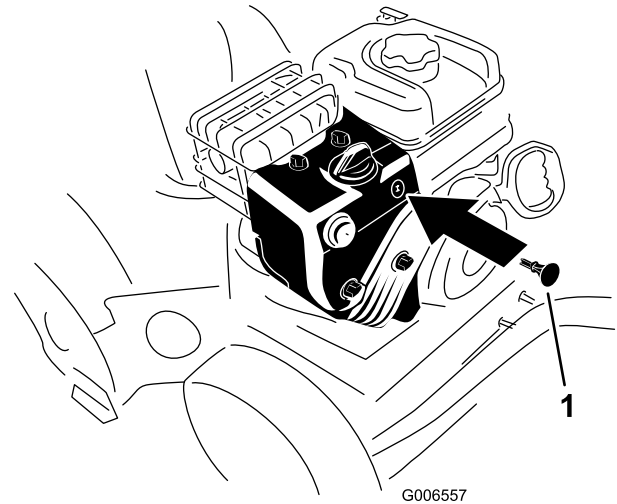

Figure 28
3. Insérez la clé de contact dans le commutateur d'allumage (Figure 28).